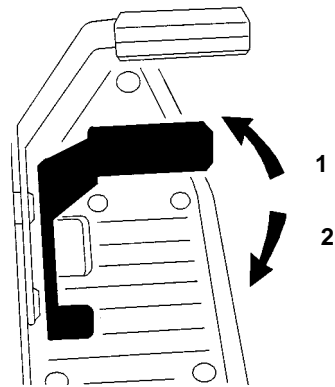
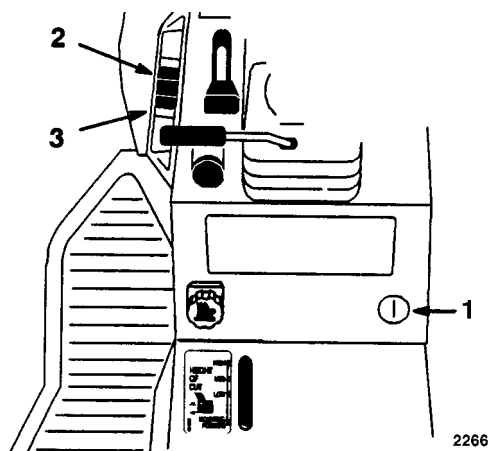

Fig. 10
Fig. 11
Se l'operatore è sicuro di potere lavorare in marcia indietro o di potere utilizzare l'accessorio con sicurezza, dopo avere innestato il comando della lama (presa di forza) disattivare il microinterruttore di sicurezza in retromarcia, girando il comando "scelta a chiave" (Fig. 10) situato davanti al posto di guida, in basso. Sulla plancia si accende una spia rossa (Fig. 11) che segnala l'avvenuta disattivazione dell'interruttore di sicurezza in retromarcia. Una volta disattivato, il microinterruttore rimane in tale stato (e la lama del tosaerba o l'accessorio gestito dalla presa di forza funzionano ogni volta che si fa marcia indietro); la spia sulla plancia rimane accesa finché non si disinnesta la lama (presa di forza) o si spegne il motore.
Per fare marcia avanti o indietro rilasciate il freno a mano: vedi Azionamento del freno a mano. Mettete il piede sul pedale di comando della trazione e premete lentamente sulla parte superiore del pedale per fare marcia avanti, oppure sulla parte inferiore per fare marcia indietro (Fig. 10). Più si preme il pedale di comando della trazione in una direzione o nell'altra, più veloce sarà il movimento della macchina in tale direzione.
Il sollevatore meccanico di attrezzi (optional su alcuni modelli) (Fig. 11), viene utilizzato per alzare ed abbassare gli attrezzi.
1. Girare la chiave in posizione di accensione (ON), o di marcia (RUN) (Fig. 11).
2. Abbassare l'interruttore per abbassare il sollevatore di attrezzi (Fig. 11).